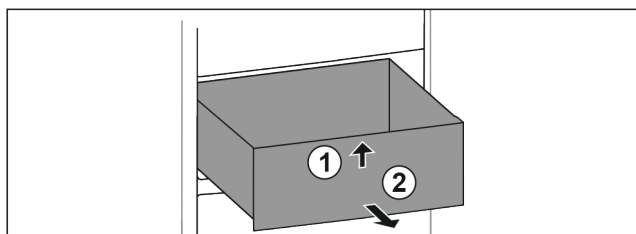

Fig. 90
- ▶ Nadzvedněte zásuvku vpředu. Fig. 90 (1)
- ▶ Vyjměte zásuvku dopředu. Fig. 90 (2)